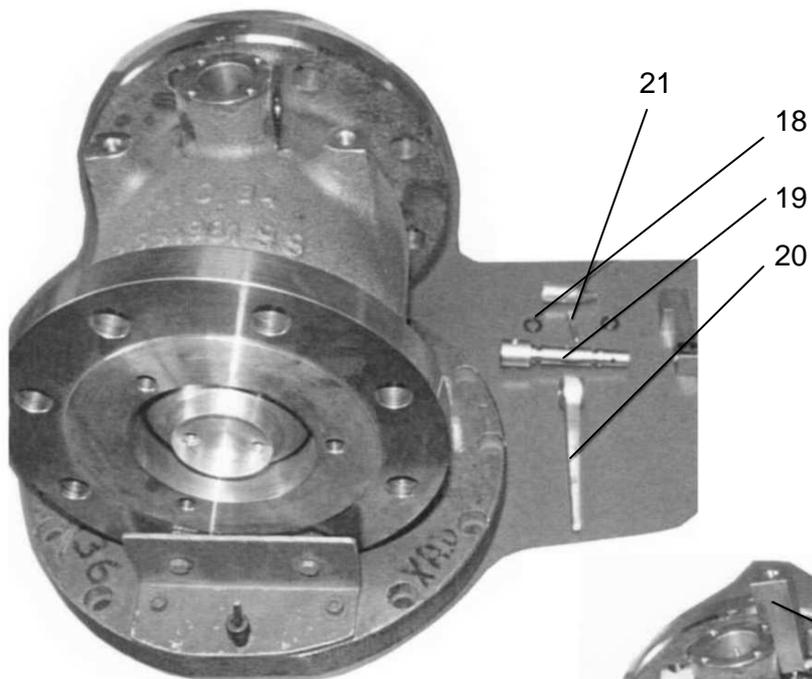

Fig.6
7.1. Subir el sistema de pedido (Fig. 6, 7 y 8)
- Subir ambos junta tórica (18) en él orienta de encargo (19).
- Puesta en sitio de la palanca de encargo (20).
- Puesta en sitio del eje de encargo (19).
- Subir el pasador (21).
- Subir la tapadera del sistema de encargo (22) equipado de su junta (23).
- Subir la palanca (24) y enmangar el pasador.